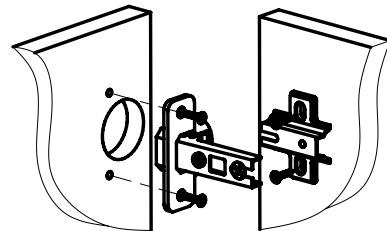

Рис.4
- С помощью шурупов 3,5x16 установить петли на деталь 7 и ответные планки петель на деталь 2 (или деталь 3) корпуса изделия АС-24 (Рис. 4).